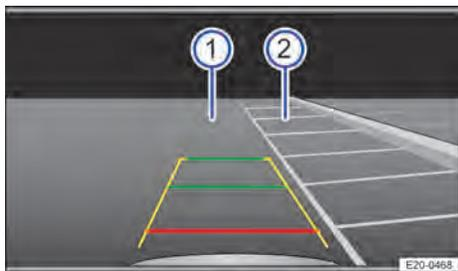

Fig. 111 Exibição do display no sistema Infotainment: procurar a vaga de estacionamento.
3. Posicionar o veículo na frente da vaga de estacionamento → Fig. 111 ②.